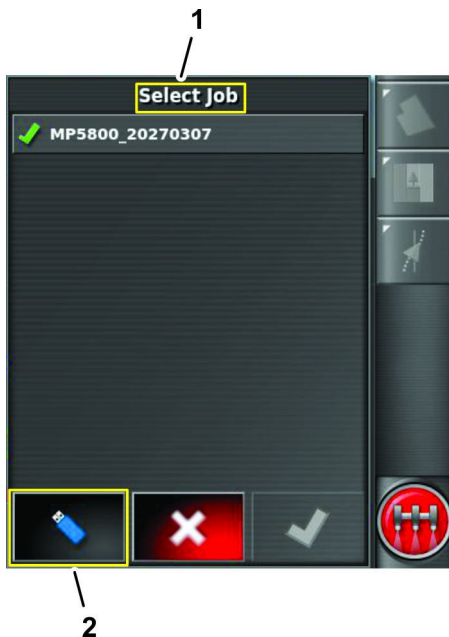

Figura 94
5. Pulse el icono Cambiar vista para mostrar la lista Seleccionar trabajos (USB) (Figura 94).